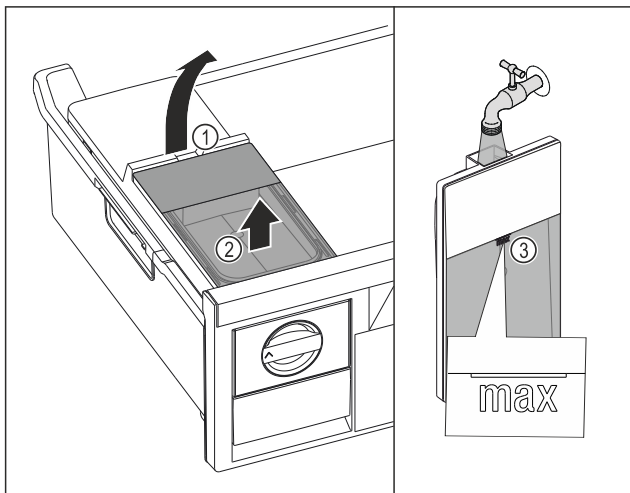

Fig. 109
- Zvedněte nádržku na vodu za vybrání Fig. 109 (1).
- Vyjměte nádržku na vodu nahoru. Fig. 109 (2)
- Naplňte nádržku na vodu pitnou vodou až po značku Fig. 109 (3).